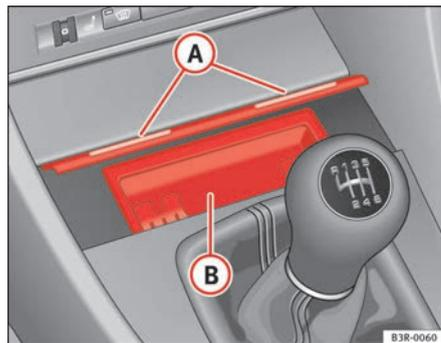

Fig. 125 Consola central:
- Premir brevemente a moldura frontal do cinzeiro (A) ⇒ fig. 125.
- Pegue na carcaça do cinzeiro (B) ⇒ fig. 125 pelas reentrâncias laterais e retire-a puxando para cima.